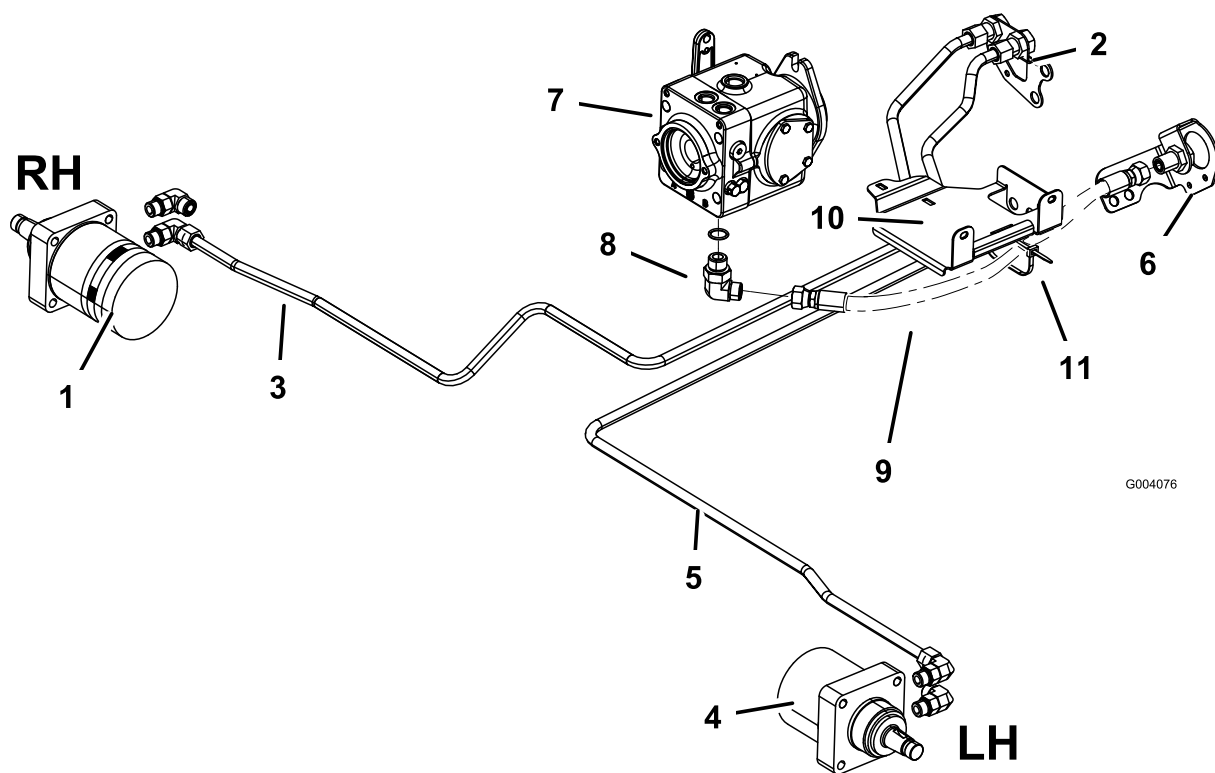

Figura 11
2. Ligue o tubo hidráulico, peça nº 108-7623, ao encaixe do motor da roda esquerda e ao tubo hidráulico esquerdo no anteparo direito da estrutura (Figura 11).
3. Instale o encaixe hidráulico de 90 graus no fundo da bomba variável (Figura 11).
5. Fixe a mangueira hidráulica ao fundo do tabuleiro da bateria com uma braçadeira (Figura 11).